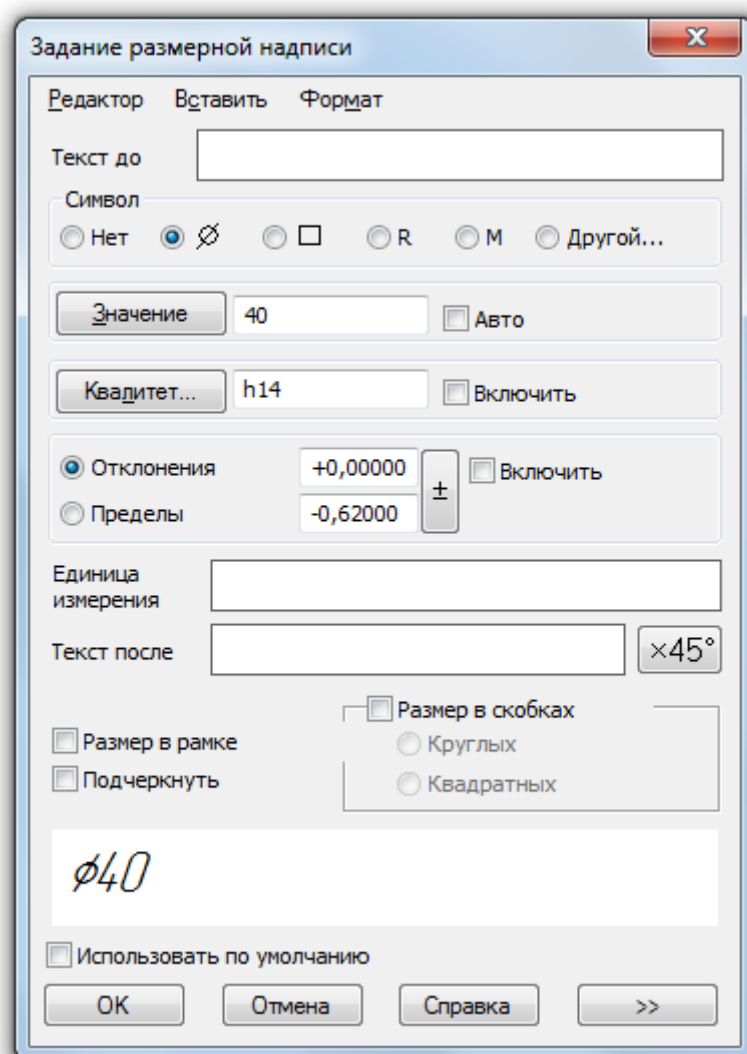

Рис. 18. Диалог задания размерной надписи линейного размера
- в нашем случае таких отверстий два, поэтому на вкладке **Размер** (рис. 12) щелчком ЛКМ в поле **Текст** вызовите диалоговое окно **Задание размерной надписи** (рис. 18);